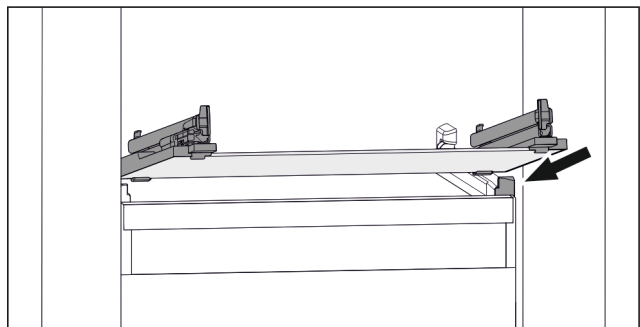

Fig. 141 Примерное отображение стеклянной пластины
- ▶ Наклоняя вниз, установите стеклянную пластину за опоры. (см. Fig. 141)